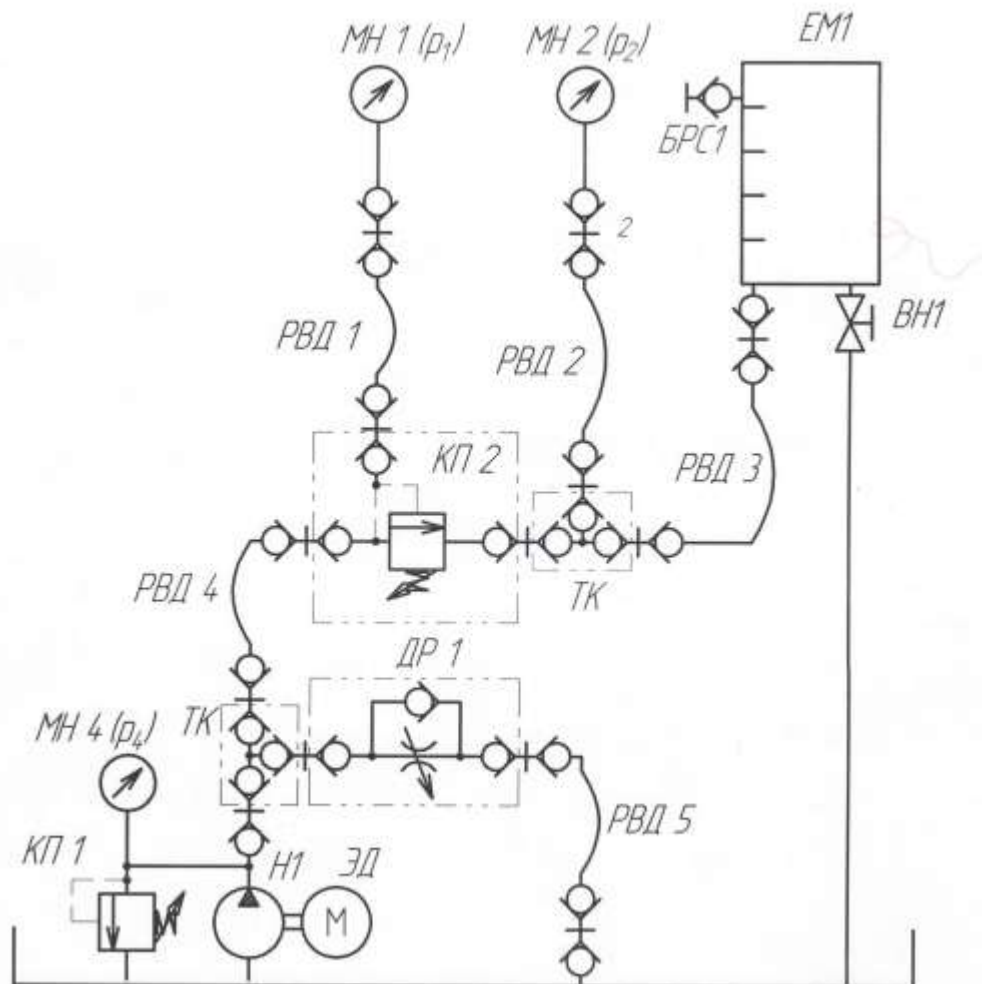

Рисунок 11 – схема гидравлическая
Собрать схему рисунок 11
1. Выполнить чертеж схемы рис.11 и проставить буквенно-цифровое обозначение.
2. Составить схему потоков для рис. 11
3. Составить циклограммы для рис.11